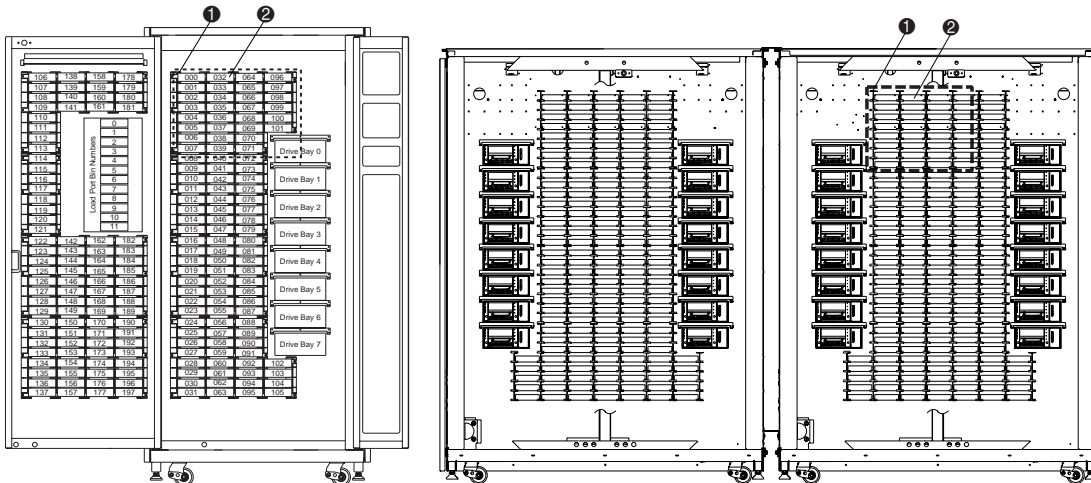

Figura 2-6. Ubicaciones de los receptáculos
1. Extraiga los 32 cartuchos de cinta y los cuatro módulos de estanterías de receptáculos de la biblioteca de cintas derecha como se muestra en la Figura 2-6. Guarde el hardware para volverlo a instalar más tarde.